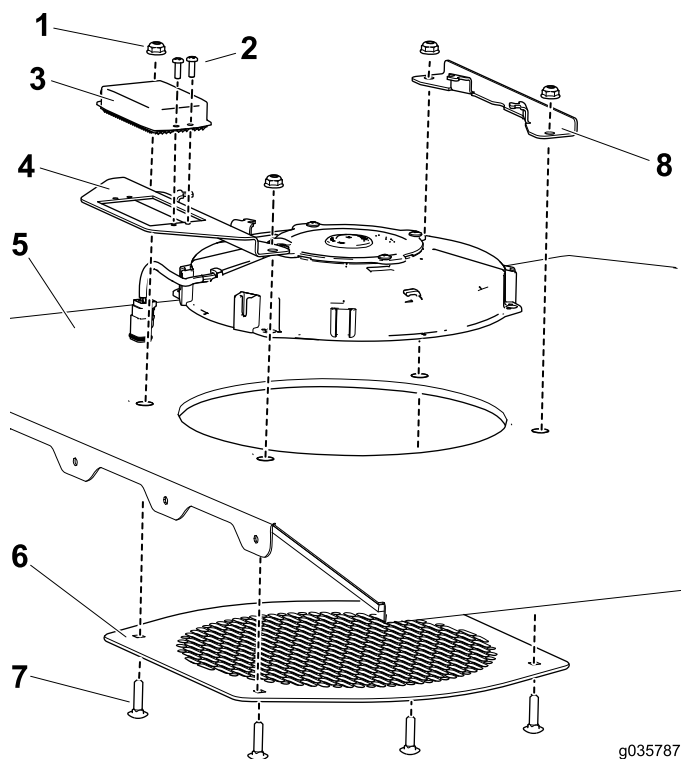

Bild 2
1. Befestigen Sie das Widerstandspack mit den zwei (Nr. 8 x 3/8") an der Lüfterbefestigung (Bild 2).
2. Befestigen Sie den Lüfter, das Lüftergitter und die Lüfterhalterung an die Befestigungshalterung mit den vier Schrauben ($\frac{1}{4}$ " x 1") und vier Muttern an der Dachplatte (Bild 2).